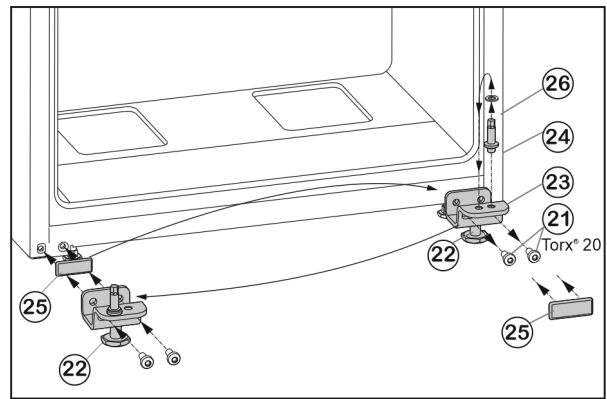

Fig. 7
- ▶ Развийте закрепващите винтове Fig. 7 (21).
- ▶ Свалете долната лагерна опора Fig. 7 (23) заедно с лагерния болт Fig. 7 (24), шайбата Fig. 7 (26) и крака Fig. 7 (22).
- ▶ Развийте лагерния болт Fig. 7 (24) заедно с шайбата Fig. 7 (26), поставете го в срещуположния отвор за лагерната опора и го завийте отново.
- ▶ Внимателно свалете покриващата плоча Fig. 7 (25) и я преместете на срещуположната страна.
- ▶ Отново завийте долната лагерна опора Fig. 7 (23) заедно с лагерния болт Fig. 7 (24), шайбата Fig. 7 (26) и крака Fig. 7 (22) върху новата страна на пантите, евент. с помощта на акумулаторна отвертка (с 4 Nm).
- ▶ Поставете долната врата отгоре върху лагерния болт Fig. 7 (24).
- ▶ Поставете средната лагерна опора (13) завъртяна на 180° в долната врата и я завийте със закрепващите винтове (11) (2 x Torx® 20) върху новата шарнирна страна (с 4 Nm).
- ▶ Поставете отново пластмасовия диск (10).
- ▶ Развийте крака Fig. 7 (22) на лагерната опора долу Fig. 7 (23), докато опре върху пода.